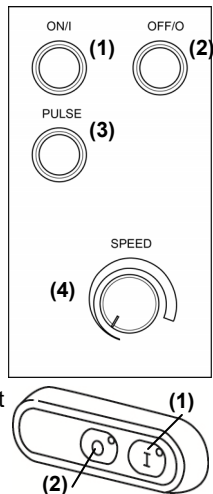

Abb. 5
1. Die Starttaste ON (Bez. 1 - Abb. 5) und die Stopptaste OFF (Bez. 2 - Abb. 5) drücken.
3. Prüfen, ob durch die Drehung des Geschwindigkeitsreglers SPEED (Bez. 4 - Abb. 5 in den Modellen VT) im Uhrzeigersinn die Drehzahl steigt und umgekehrt.
4. Die Taste PULSE (Bez. 3 - Abb. 5 in den Modellen VT) für den Gerätebetrieb mit kurzen Impulsen drücken.
Die Bedienelemente sind entlang dem Gehäuse des Cutters angeordnet (Abb. 5).
**ACHTUNG!** Vor der Ausführung von Reinigungsarbeiten den Geschwindigkeitsregler auf die niedrigste Drehzahlstufe stellen (Bez. 4 - Abb. 5) und dann den Netzstecker abziehen, um das Gerät komplett von der restlichen Anlage zu trennen.